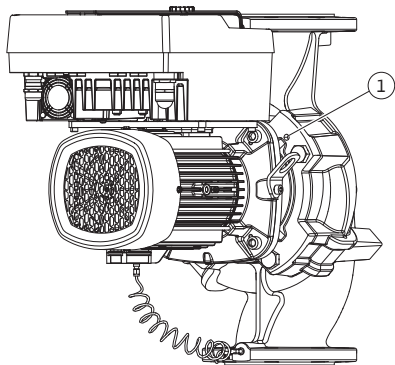

Fig. 11: Виштовхування вставного модуля через різьбові отвори (DN 100 – DN 125)
- Від'єднати вставний модуль (див. Fig. 4) від корпусу насоса. Залежно від типу насоса (див. Fig. I – III) існують два різні підходи: У разі типу насоса Fig. I (DN 32 – DN 80) послабити гвинти (поз. 29). Виштовхнути вставний модуль із корпусу насоса. У насосах типу Fig. II і Fig. III (DN 100 – DN 125) використовувати для цього два різьбові отвори (Fig. 11, поз. 1). Використовувати також відповідні гвинти, надані на місці встановлення (наприклад, M10x25 мм).
5. Виштовхнути вставний модуль із корпусу насоса (див. Fig. 4). Використовувати для цього два різьбові отвори (див. Fig. 11). Щоб вийняти вставний модуль з гнізда, викрутити в різьбові отвори гвинти M10 відповідної довжини.